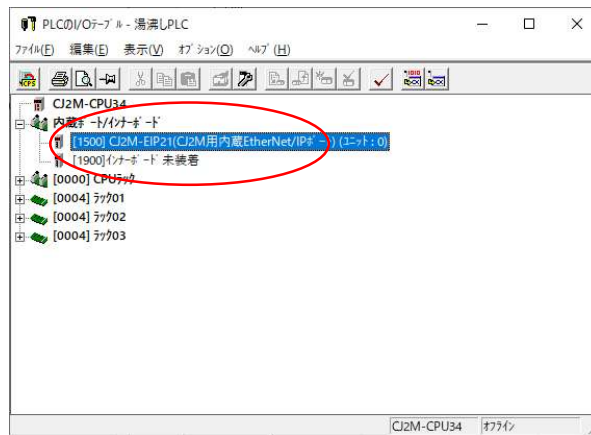

図 2-13
(2) CJ2M の設定
①「PLC の I/O テーブル」画面で、CJ2M-EIP21 を選択しダブルクリックします。(図 2-13)